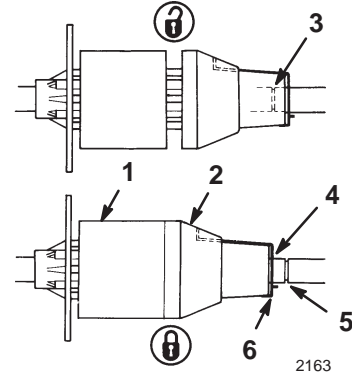

Figure 25
- Position bloquée**—Glissez le ressort de blocage de l'accouplement dans la gorge gauche de l'arbre (Fig. 25).
- Position débloquée**—Glissez le ressort de blocage de l'accouplement dans la gorge droite de l'arbre (Fig. 25).